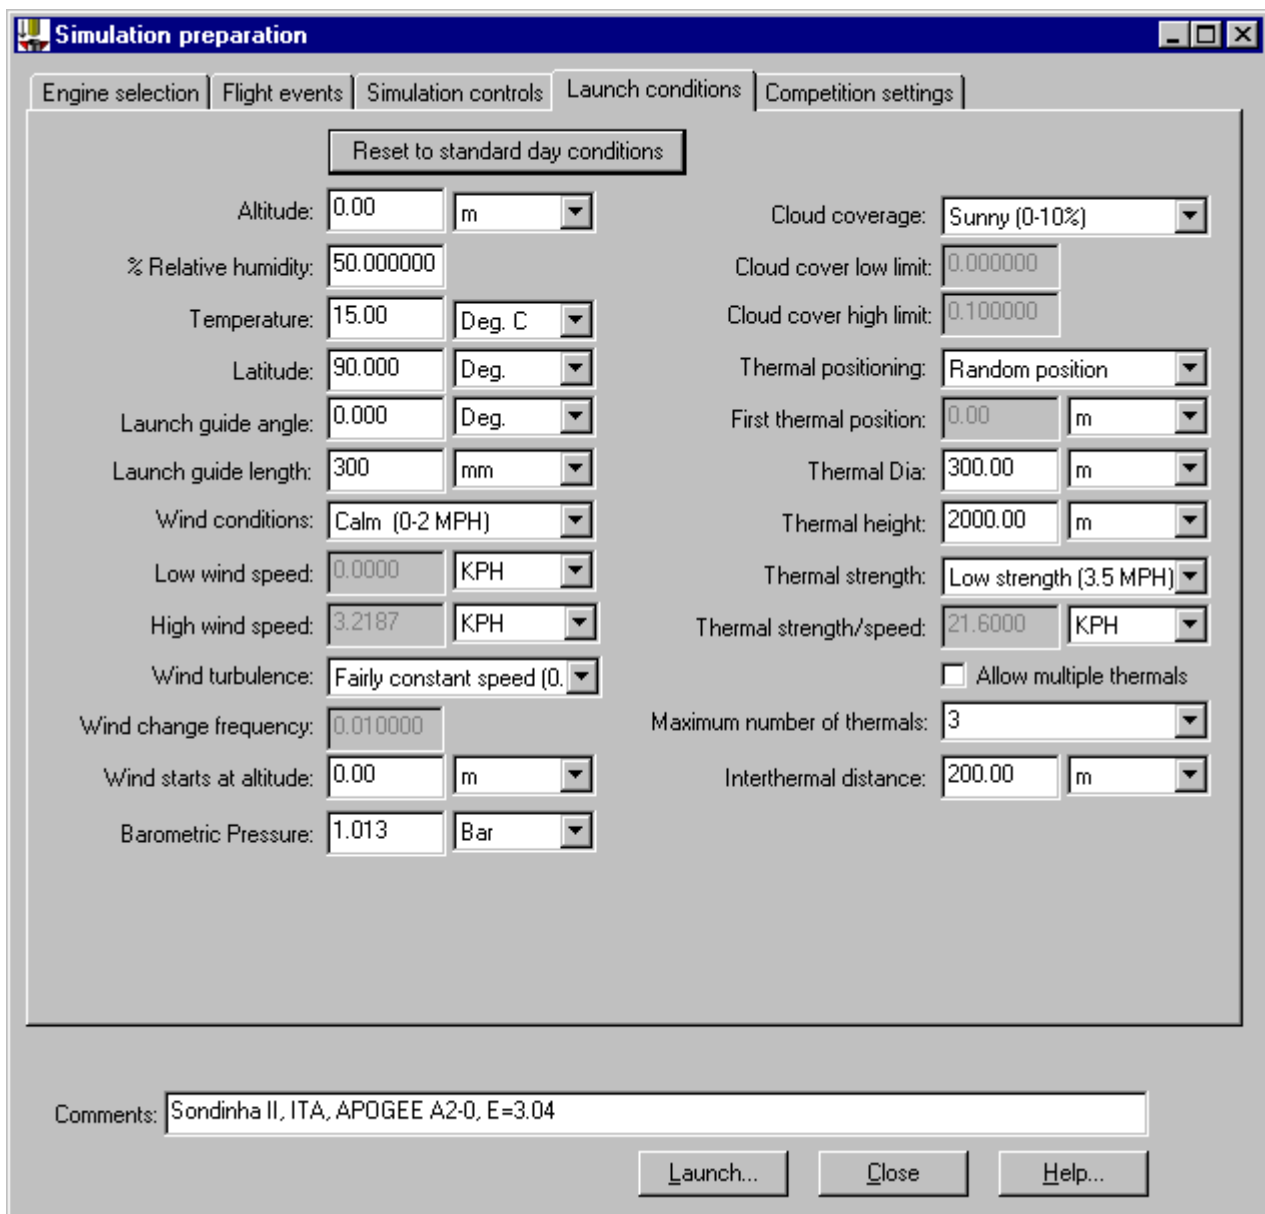

Figura 4. Configuração padrão do item “Launch conditions”.
- (e) Configurar os dados da janela “Launch conditions” de acordo com a Figura 4, e clicar no botão “Close”